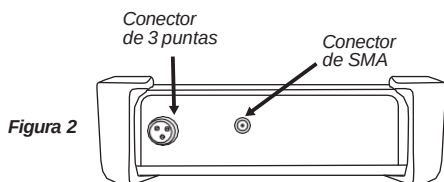
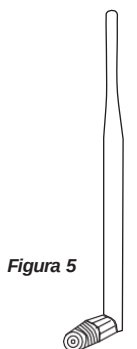

Figura 2
Figura 5
- Identifique la ubicación del conector SMA para la antena y cables (se encuentran en el lateral izquierdo del equipo, figura 2).
- Conecte el SMA** macho con el conector **SMA hembra** que se encuentra en la parte superior del lateral (figura 5 y figura 2).